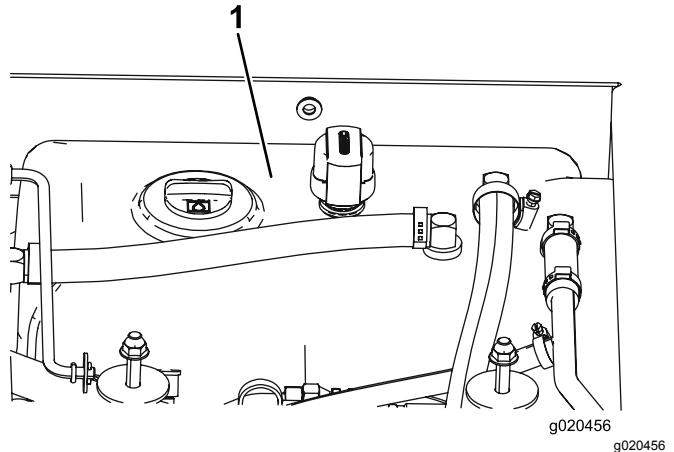

Bild 99
- Füllen Sie den Behälter (Bild 99) mit Hydrauliköl; siehe „Prüfen des Hydrauliköls“.